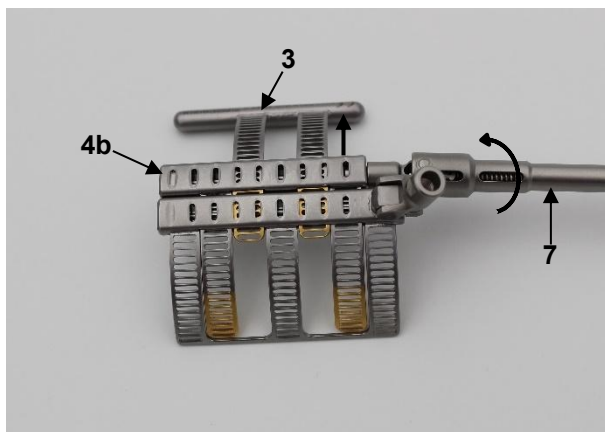

Fig. 2a
A tal fine, ruotare in senso orario il meccanismo di trasporto sul modulo a scatola dell'elemento primario (4b) con un cacciavite adatto (7) (Fig. 2a) fino a quando i primi due fori scanalati color oro si estendono dal modulo a scatola dell'elemento primario (4b), come mostrato nella Figura 2b.